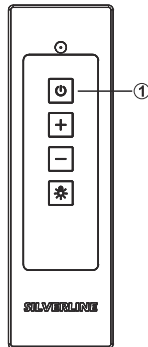

Abb. 19
- ➔ Drücken über Fernbedienung (⏻) die Tasten (Abb. 19).